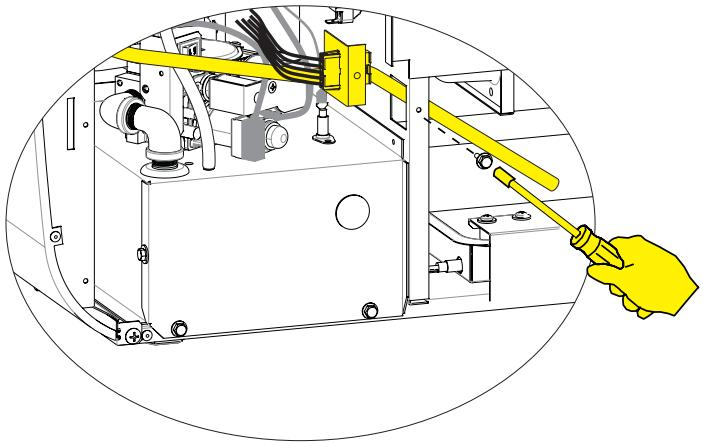

Figure 9
- Insérez l'extrémité droite du tube de condensat métallique dans le panneau de séparation et fixez le support du tube de condensat avec la vis retirée à l'étape 10. Assurez-vous que le tube de condensat se décharge dans le bac chauffant devant les tubes de l'échangeur de chaleur et que le «L» extrémité en forme de tube du tube est dirigée vers le four mural. **Voir Figure 9.**